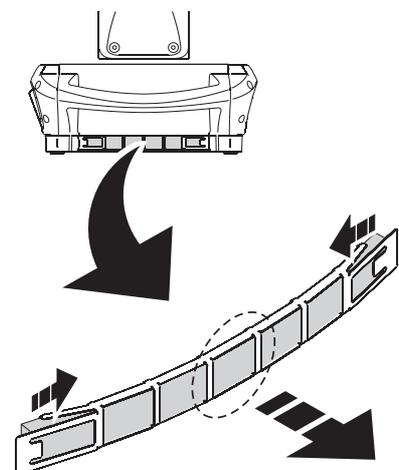

Figura 16: Filtros de aire de la base
3. Observar la Figura 16. Tirar de los extremos de los portafiltros situados a cada lado de la base tal y como muestra la ilustración. Tomándolos por el centro, tirar de ellos hacia afuera para desencajarlos y extraerlos de la base.